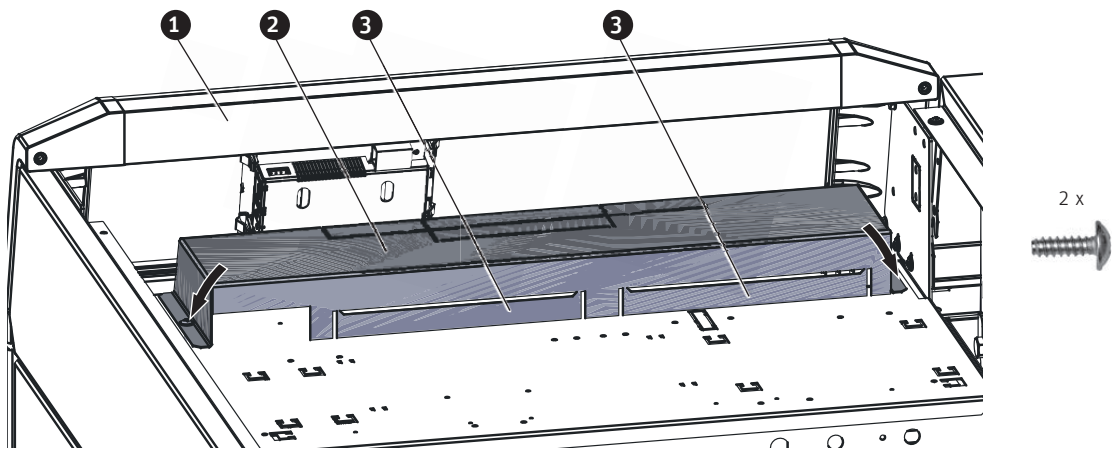

Fig. 144 Infilare la copertura e avvitarla
- Nella copertura per i morsetti di collegamento, piegare i passacavo verso l'interno e fissare la copertura con 2 viti autofilettanti – Fig. 144.